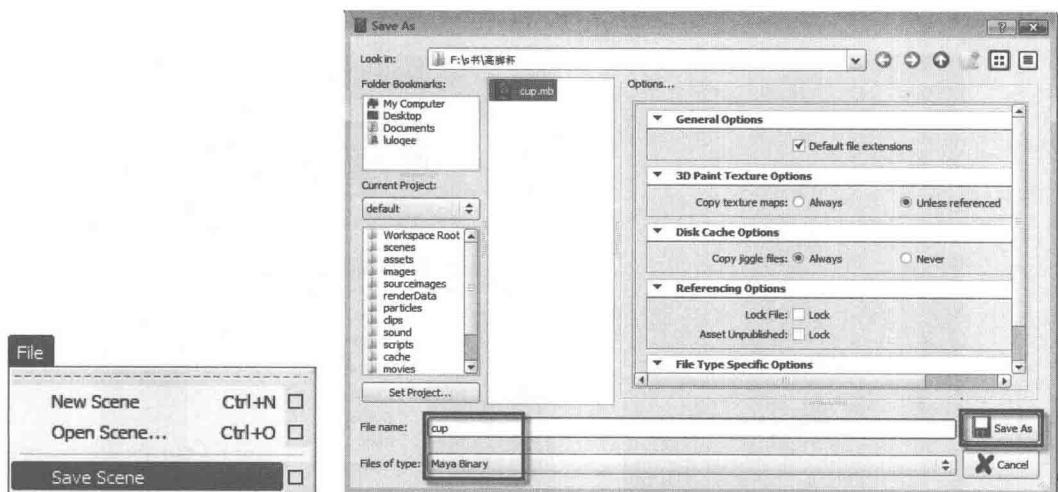

图 1-15
1) 在菜单栏中单击 File (文件) → Save Scene (保存文件) 命令保存文件，并将文件命名为 cup.mb，如图 1-15 所示。